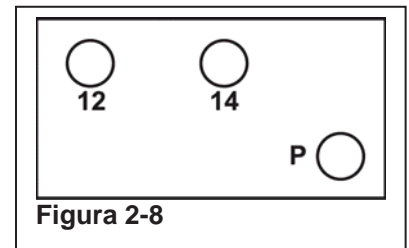

Figura 2-8
- Pas 3. Ștergeți cu o lavetă umedă suprafețele de montare. Aliniați evacuarea aerului cu admisia de pe capacul supapei și fixați modulul de comandă la capacul supapei cu cele patru (4) șuruburi care v-au fost puse la dispoziție. Strângeți la 5 ft/lbs [6,8 nm].
- Pas 4. Conectați furtunul la fittingul din dreapta (14) de pe colector; conectați capătul opus la portul din dreapta „IEȘIRE” de pe piesa suspendată. (Vezi Figura 2-8)
- Pas 5. Conectați al doilea furtun la fittingul din stânga (12) de pe colector; conectați capătul opus la portul „IEȘIRE” de pe piesa suspendată. (Vezi Figura 2-8)
- Pas 6. Conectați al treilea furtun la fittingul cel mai îndepărtat din dreapta (P) de pe colector; conectați capătul opus la portul central „INTRARE” de pe piesa suspendată. (Vezi Figura 2-8)